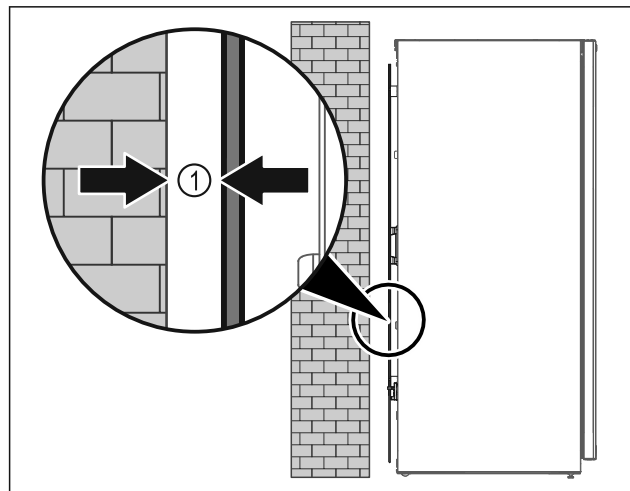

Fig. 50
- Posizionare l'apparecchiatura in un punto a piacere del locale (libera installazione) oppure addossato a una parete a una distanza minima di 5 mm Fig. 50 (1).